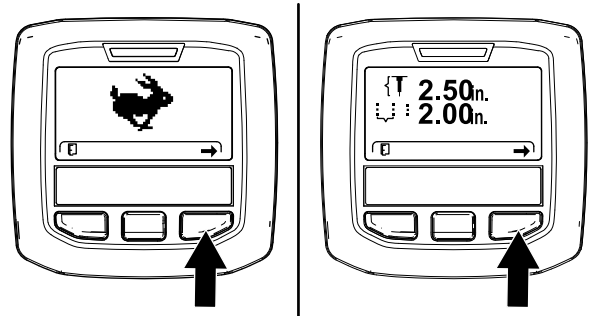
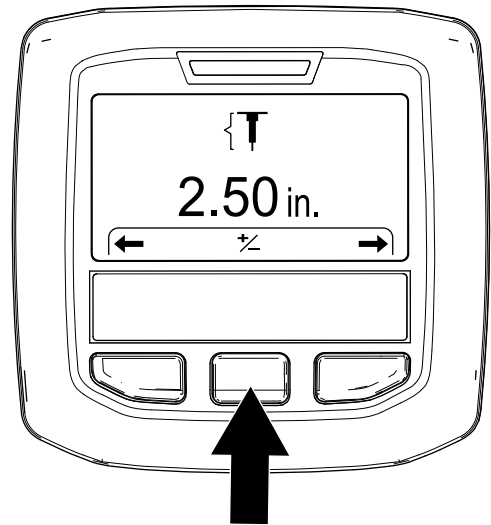

Figura 51
Figura 52
3. Apăsai butonul InfoCenter din dreapta până când se afișează ecranul Setting the Hole Depth (Setare adâncime gaură) (Figura 51 și Figura 52).